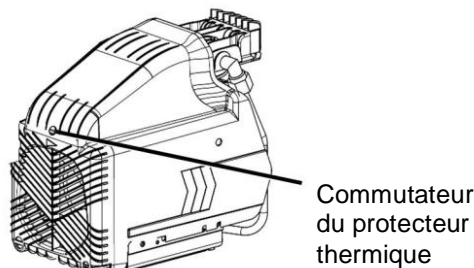

Fig. 11
- (2) Si le cordon prolongateur n'est pas conforme aux spécifications données à la page 15, le remplacer par un cordon prolongateur comme ceux montrés à la page 15. Si la capacité de l'alimentation secteur est insuffisante, augmenter la capacité pour éliminer la cause d'un flux de courant excessif (surintensité).
- (3) Attendre environ 5 minutes, puis appuyer sur le commutateur de réinitialisation du protecteur thermique (Fig. 11).
- (4) Démarrer. Si le moteur s'arrête à nouveau pendant le fonctionnement, contacter le centre de service.